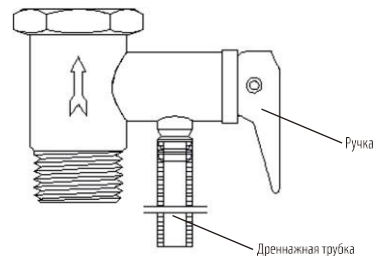

Рис. 2. Предохранительный клапан
Предохранительный клапан предотвращает самопроизвольный слив воды из ЗВН при отключении холодной воды и защищает ЗВН при повышении давления в водопроводе выше допустимого 0,7 МПа путем сброса избытка воды через дренажное отверстие клапана (Рис. 2). Это является нормальным режимом работы предохранительного клапана.
1. Перекрыть вентилями подвод холодной воды системы водоснабжения к месту подсоединения ЭВН. Подсоединение входной трубки ЭВН к системе водоснабжения осуществляется через предохранительный клапан, входящий в комплект поставки (Рис. 2). Синим кольцом обозначен подвод холодной воды, красным - отвод горячей воды.